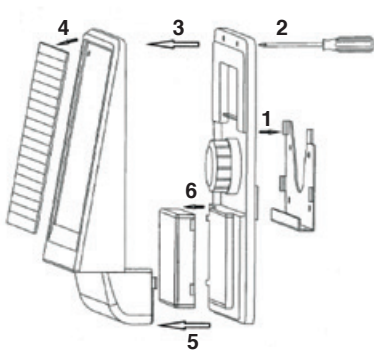

Abb. 1
1. Entfernen Sie die Montageplatte (Abb. 1 (1)) von der Geräte-Rückseite.
Im ersten Installations-Schritt wird die Montageplatte (Abb. 1 (1)) an der Wand mit den 4 mitgelieferten Schrauben fixiert. Dabei wird empfohlen, das gesamte Gerät mit einem Abstand von 5 mm zur Wand zu montieren, damit das Alarmsignal lauter wiedergegeben werden kann.